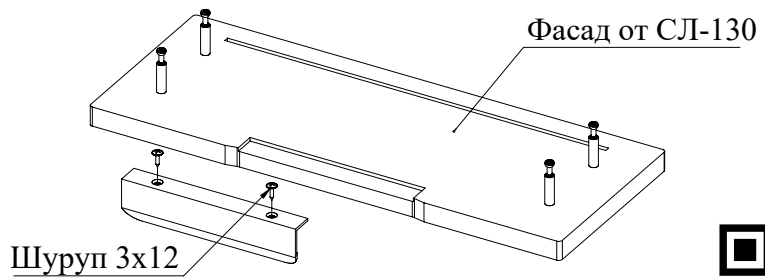

Рис. 8
- Установите ручки на фасад ящика и закрепите их при помощи шурупов 3х12 (Рис. 8).